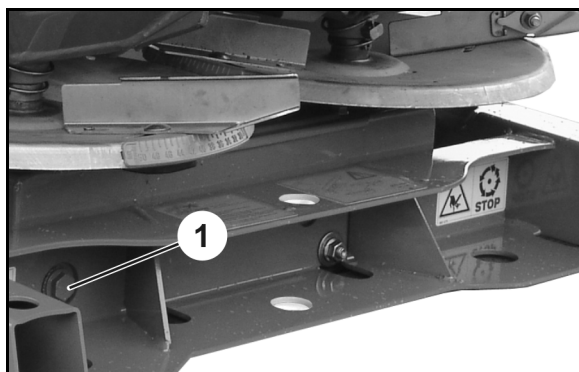

Bild 92
3. Skruva (Bild 92/1) ur avtappningspluggen.